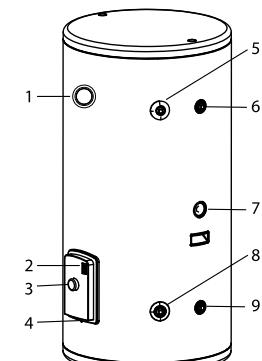

Рис. 1
2. Предохранительный спускной клапан следует устанавливать в специальном месте (см.рис.1 на стр.3)